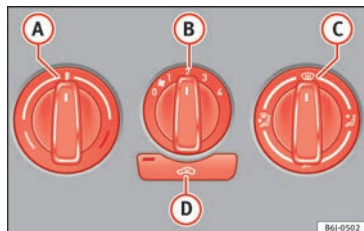

Fig. 153 Mandos de la calefacción en el tablero de instrumentos.
- Con los mandos rotativos **A**, **B** y **C** » **fig. 153** se regula la temperatura, la velocidad y la distribución del aire.
• Pulse la tecla **D** » **fig. 153**, el testigo de la tecla se ilumina. »
Si el rotativo **C** » fig. 153 está en posición de deshielo, la trampilla de recirculación estará siempre abierta y entrará el aire desde el exterior.
- Gire el regulador de temperatura » fig. 153 **A** hacia la izquierda.
- Gire el regulador de la temperatura » fig. 153 **A** hacia la derecha hasta alcanzar el grado de calefacción deseado.
- Gire el regulador de la temperatura » fig. 153 **A** hacia la derecha hasta el nivel máximo de calefacción.
- Gire el regulador de temperatura » fig. 153 **A** hacia la zona de calefacción.